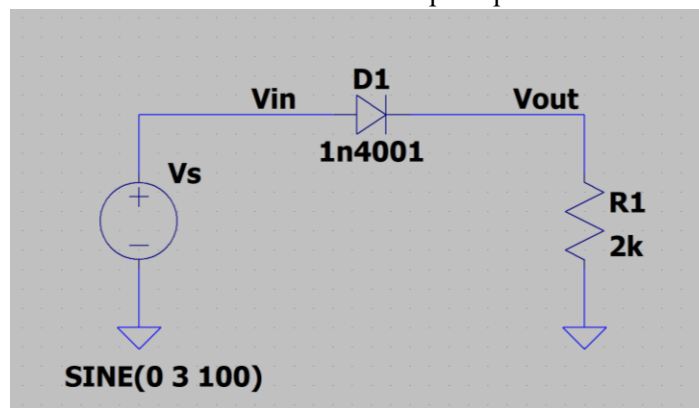

Figura 2. Circuito para experimento 2
2. Construir el circuito de la Figura 2 en el laboratorio (circuito para experimento 2). Aplique una señal de 100 Hz, 5 V pico-pico desde el generador de señal a la entrada v_{in} . Mida el valor máximo del voltaje de salida v_{out} y la fracción de cada ciclo que v_{out} es cero.